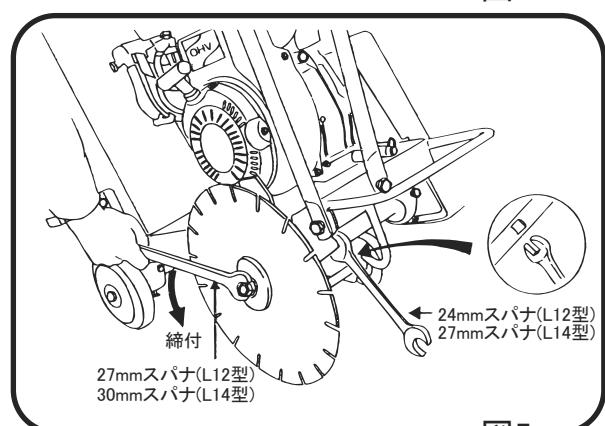

図5
- b. ワッシャを付けてナット(左ネジ)で充分締め付けて下さい。締め付けはL12型では27mm、L14型では30mmのスパナを用います。(図5)ブレード軸はL12型では24mm、L14型では27mmのスパナで固定します。